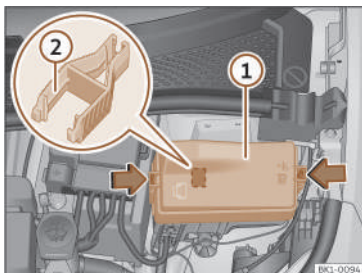

Fig. 171 Nel vano anteriore: coperchio della scatola dei fusibili.
- Premere le linguette di blocco per sbloccare il coperchio della scatola portafusibili >>> **fig. 171** .
Nella scatola portafusibili possono essere presenti delle pinze di plastica per l'estrazione dei fusibili >>> **fig. 171** .